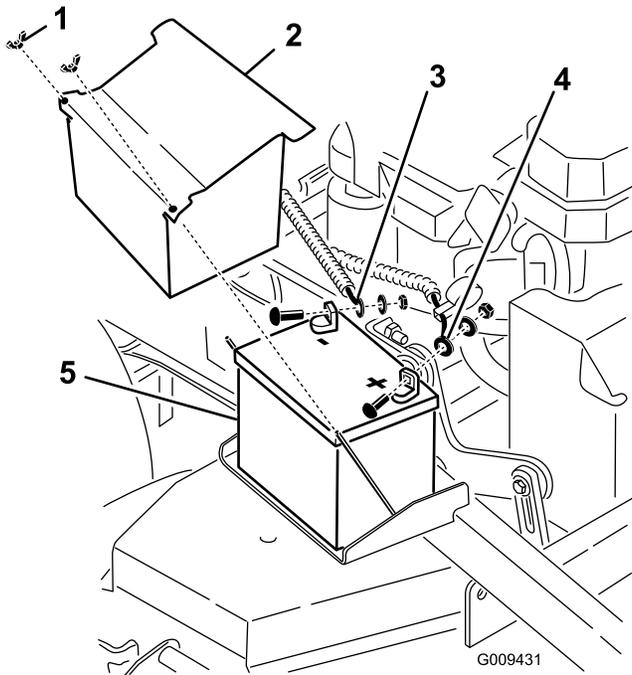

Figura 49
3. Levante la cubierta de goma negra del cable negativo. Desconecte el cable negativo del borne negativo (-) de la batería (Figura 49).
4. Retire la cubierta de goma roja del borne positivo (rojo) de la batería. Luego retire el cable positivo (rojo) de la batería (Figura 49).
5. Retire la pletina de sujeción de la batería (Figura 49), y retire ésta.
1. Figura 49
3. Conecte primero el cable positivo (rojo) al borne positivo (+) de la batería con una tuerca, una arandela y un perno (Figura 49). Deslice la cubierta de goma sobre el borne.
4. Luego conecte el cable negativo y el cable de tierra al borne negativo (-) de la batería con una tuerca, una arandela y un perno (Figura 49). Deslice la cubierta de goma sobre el borne.